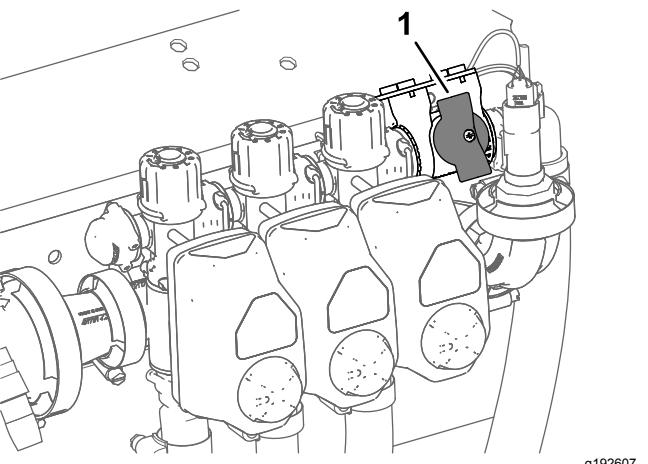

Figura 34
2. Gire el mando de la válvula de cierre del circuito de desvío a la posición de cerrado (Figura 34).